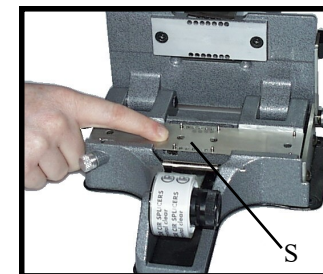
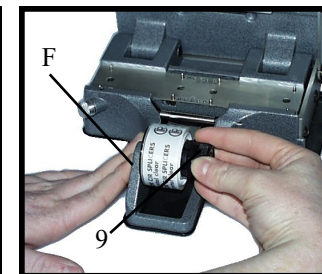

Fig.1
Fig.2
- tre o quattro pezzetti sovrapposti di nastro adesivo (S fig 1), siano applicati alla matrice. In questo modo, i piccoli rettangoli tranciati dal punzone rimarranno sotto la matrice e non torneranno in superficie attaccandosi al film
- il nastro adesivo sia ben centrato rispetto ai pernetti centrali (S fig 1) e ben aderente alla flangia (F fig 2). Nastri adesivi di diverse larghezze possono essere centrati semplicemente rimuovendo o aggiungendo flange, disponibili in diversi spessori
- lo svolgimento del nastro adesivo sia ben regolato a mezzo dell'apposito pomello di regolazione (9 fig 2).